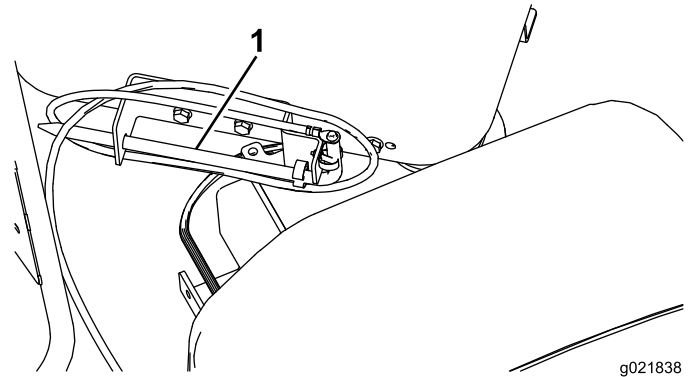

Figure 31
- Rangez le piquet de terre dans son support sur la plate-forme de l'opérateur, comme montré à la Figure 31.